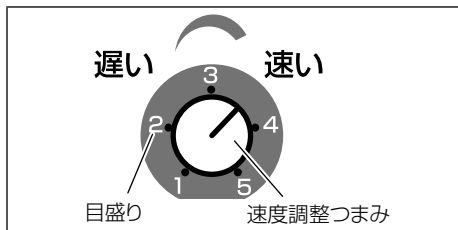
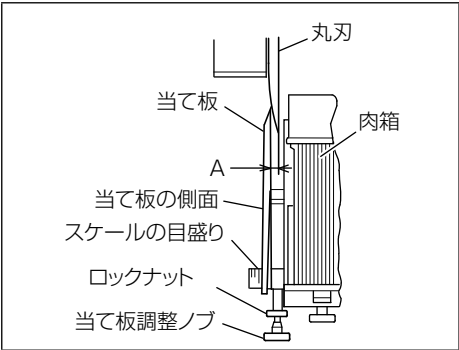

図 19
図 21
(1) 生肉をスライスする場合
- ① スケールの目盛りをスライスする肉の厚さに合わせます。
- ② 次に丸刃の刃先と当て板との間隔 A(図 21) をスライスする肉の厚さより 1 mm 程度厚めに調整します。
(2) 冷凍肉をスライスする場合
- ① 表 4 の範囲内でスライス厚さを合わせます。
- ② 速度調整つまみをまわし、肉箱の往復速度を 38 min^{-1} {回 / 分} 程度 (目盛り 1) に合わせます。(図 19 参照)
- ③ スケールの目盛りをスライスする肉の厚さより 1 mm 程度厚めに調整します。
- ④ 次に丸刃の刃先と当て板との間隔 A(図 21) をスライスする肉の厚さに合わせます。
- ⑤ 丸刃の研磨については、P.20「2. 冷凍肉用の刃の研磨のしかた」を参照してください。